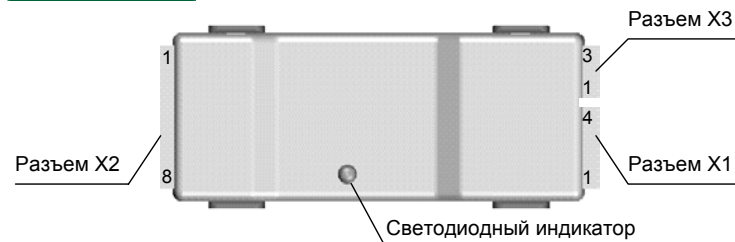

Рисунок 1. Внешний вид и расположение разъемов адаптера.
- 2.2. Подключить Черный и Красный провода (смотри таблицу 1) разъема X1 (смотри рисунок 1) к отрицательной и положительной клемме аккумулятора соответственно. Цепь питания адаптера должна быть защищена плавким предохранителем номиналом не более 5А.